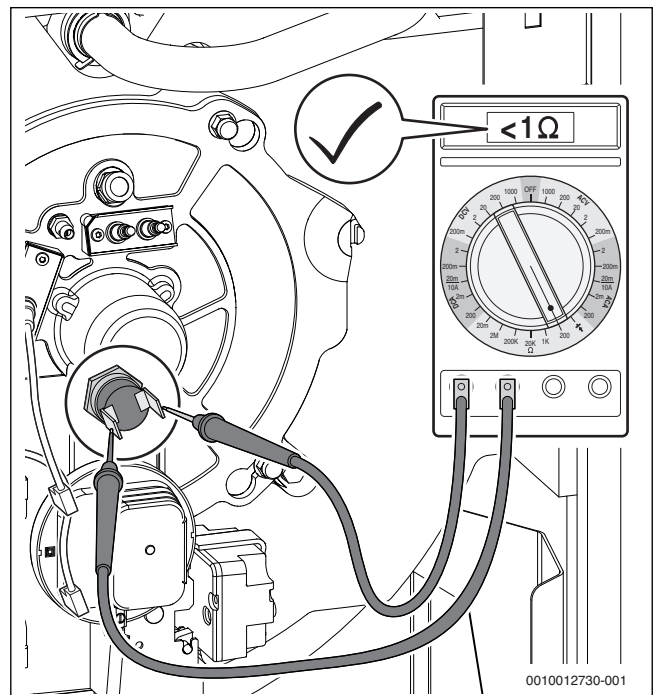

Bild 94 Elektrischen Widerstand an den Kontakten des Temperaturwächters messen (Temperaturwächter in Ordnung)
- Elektrischen Widerstand an den Kontakten des Temperaturwächters messen (→ Bild 94).